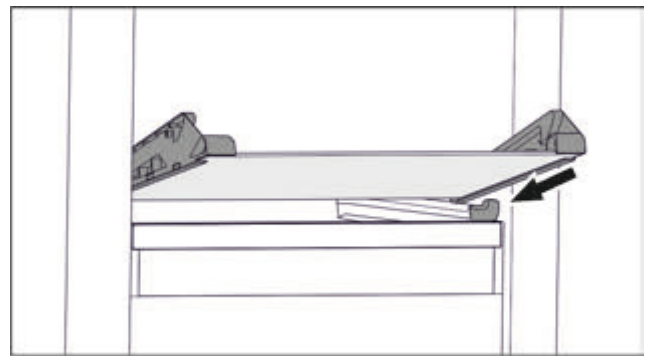

Fig. 36 Скляна пластина відкидного висувного ящика
- ▶ Встановити скляну пластину за стопорами навскоси. (див. Fig. 36)